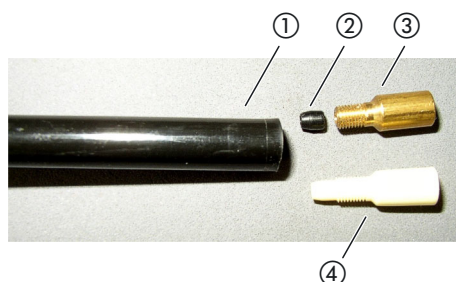

Рис. 6: Капиллярный фильтр
- 3 Установите конусную прокладку, см. рис. 6 на стр. 23.